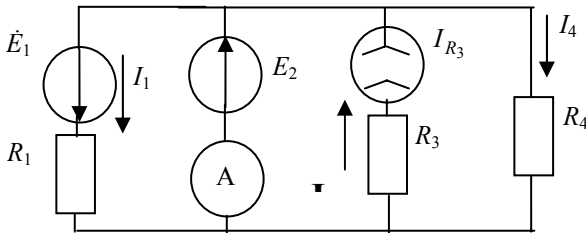

Рис. 3.21
3.2.9. Методом наложения определить показания амперметра в цепи (рис. 3.21), где  $E_1 = E_2 = 4$  В,  $I_{R3} = 2$  А,  $R_1 = R_3 = R_4 = 1$  Ом.